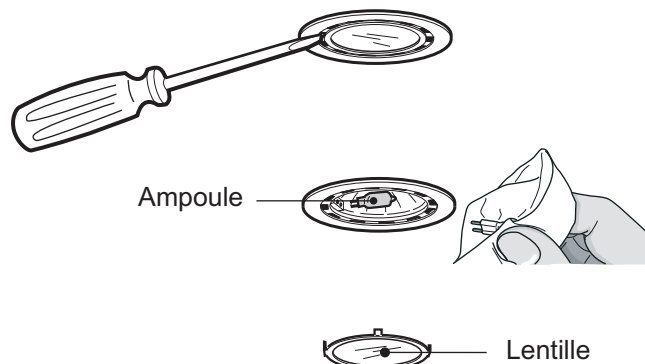

Figure 5 : Remplacement des ampoules halogènes
1. À l'aide de la lame d'un tournevis plat ou d'un outil équivalent, détachez les lentilles de protection en faisant levier, comme illustré sur la Figure 5.